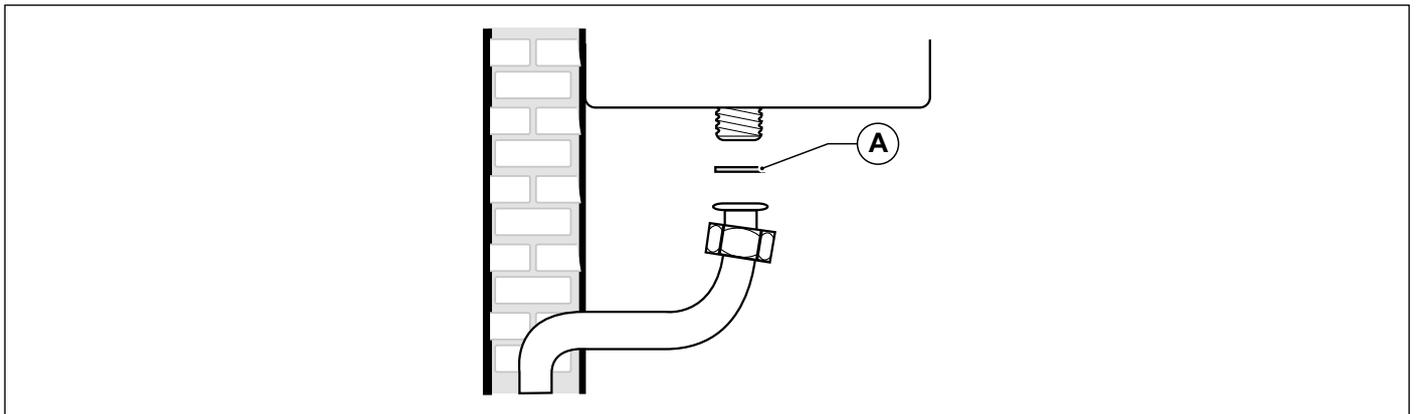

Fig. 15 Raccordement au réseau du gaz
Pour brancher la connexion de gaz de la chaudière à la tuyauterie d'alimentation, IL EST OBLIGATOIRE d'interposer un joint (A) de butée étanche ayant les dimensions adéquates et d'un matériau approprié (voir Fig. 15 Raccordement au réseau du gaz).